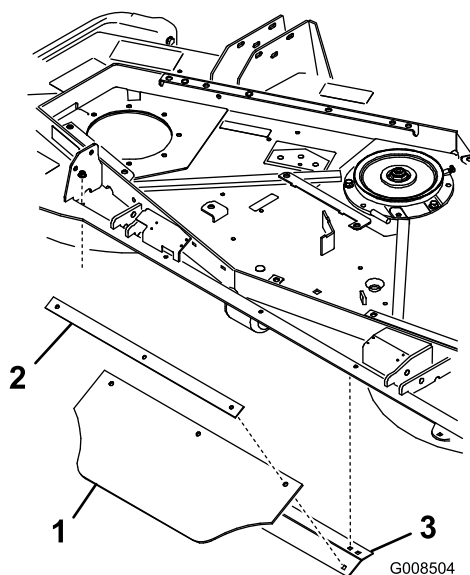

Figura 14
12. La falda, il nastro e l'angolo centrali sono premontati in stabilimento (Figura 14).
13. Montate il gruppo sulla parte posteriore dell'apparato di taglio con (2) bulloni a testa tonda da 5/16 x 3/4 pollici e dadi flangiati (Figura 14).